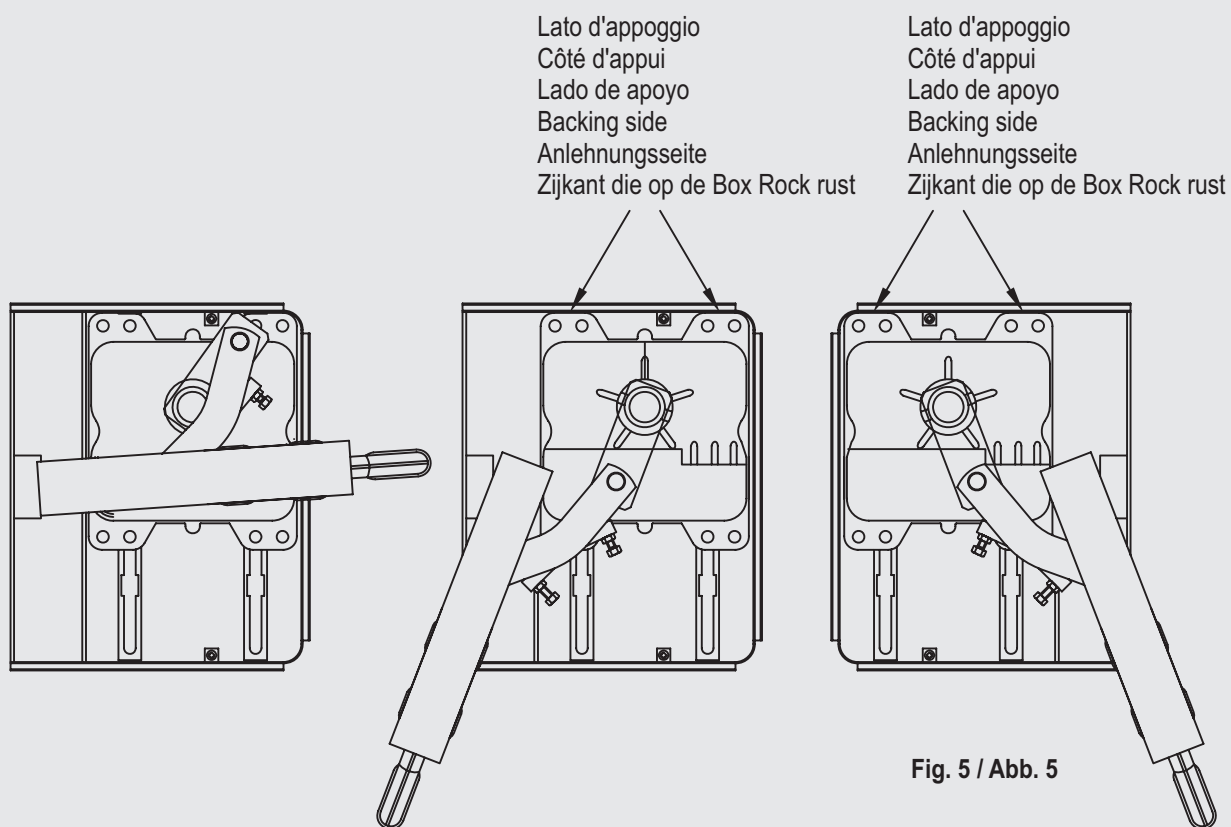

Fig. 5 / Abb. 5
I 115° massimi vengono sviluppati nella condizione come in fig. 5.
- 3) Pour un fonctionnement optimal, fixer l'opérateur à la caisse de fondation en faisant attention que le moteur appuie latéralement contre le Box Rock comme indiqué sur la figure 5.
Les 115° maximum sont développés dans la condition présentée fig. 5.
Los 115° máximos se desarrollan en la condición ilustrada en la fig. 5.